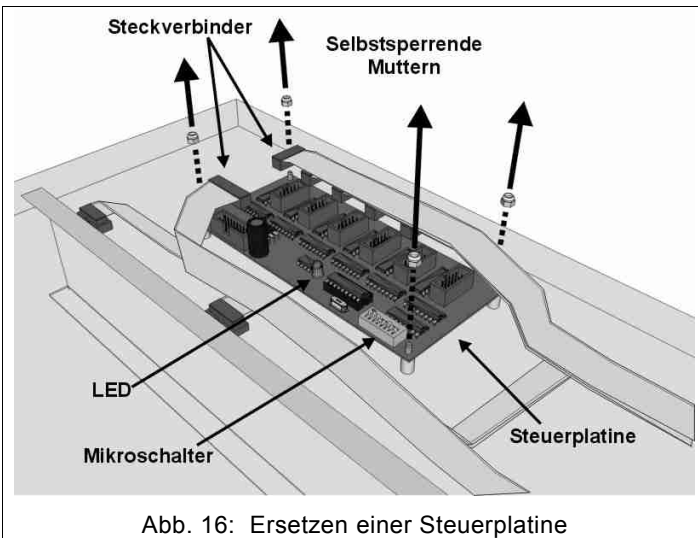

Abb. 16: Ersetzen einer Steuerplatine
2. Das Anschlusskabel zwischen der LED-Platine und der Steuerplatine wechseln (Abb. 16).
- b) Die Steuerplatine ausfindig machen, die über die 10-Wege-Flachkabel an die LED-Platinengruppe angeschlossen ist (Abb. 16). Wenn, nachdem die Anzeigetafel unter Spannung gesetzt wird, die an dieser Steuerplatine vorhandene LED (Abb. 16) eingeschaltet scheint oder blinkt, die Steuerplatine (Kap. 7.2) ersetzen; andernfalls, sofern die LED ausgeschaltet ist, wie folgt vorgehen:
6. Die auf der Innenseite der Halterung untergebrachte Steuerplatine, an welche die nicht funktionierenden LED-Platinen angeschlossen sind, ausfindig machen (Abb. 16); danach alle Steckverbinder aus der Steuerplatine herausnehmen und deren Position vermerken.
7. Mittels eines 5,5 mm Schlüssels die 4 Befestigungsschrauben der Steuerplatine abschraube (Abb. 16) und sie dann aus ihrer Aufnahme herausnehmen.